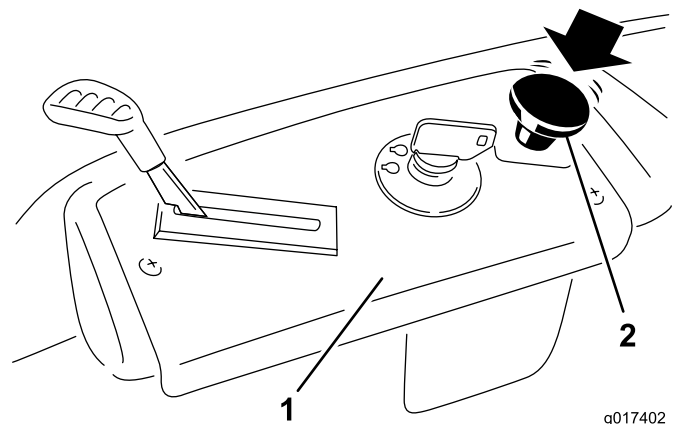

Figura 11
2. Desengrane las cuchillas moviendo el mando de control de las cuchillas a Desengranado (Figura 11).